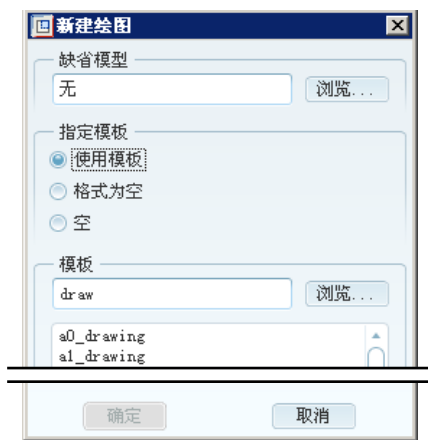

图 3.3.4 “新建绘图”对话框（三）
- ❑ ☒ 使用模板 单选项：在图 3.3.4 所示的 **模板** 区域的文件列表选取所需模板或单击 **浏览...** 按钮，然后选取所需的模板文件。